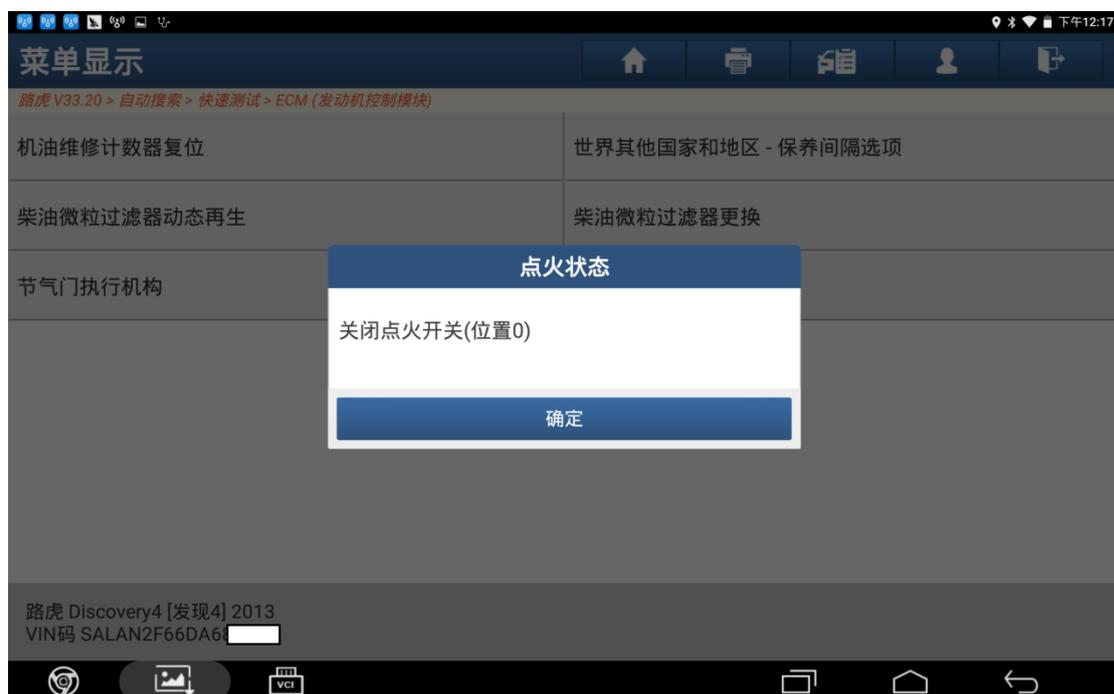

图 11
11). 关闭点火开关（位置 0）后点击“确定”，如图 11: